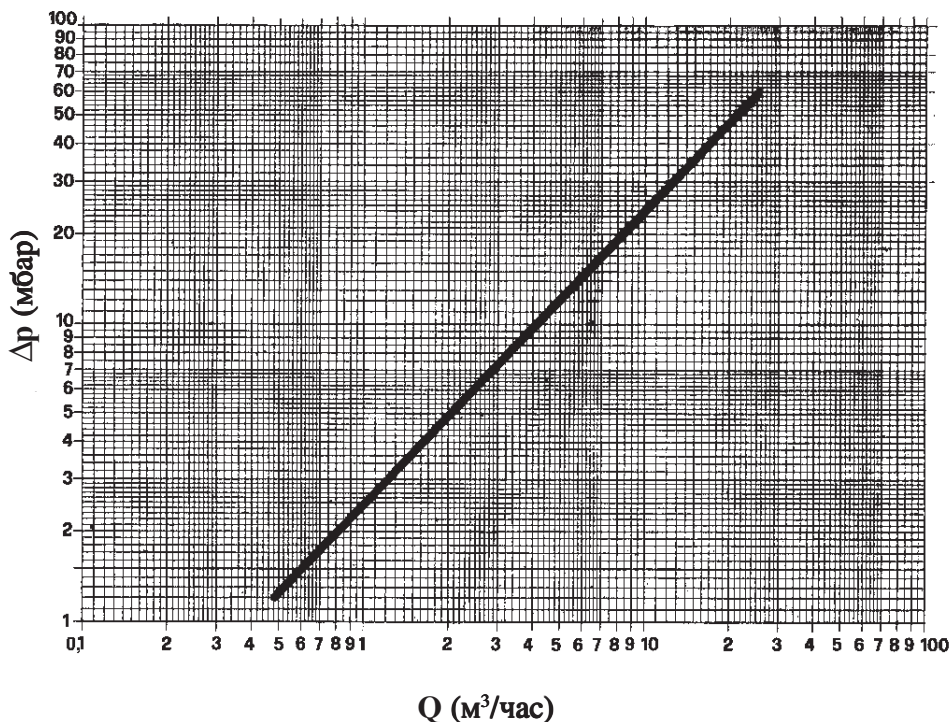

Рис. 3
2.02 Характеристики потерь тепла (рис. 3)